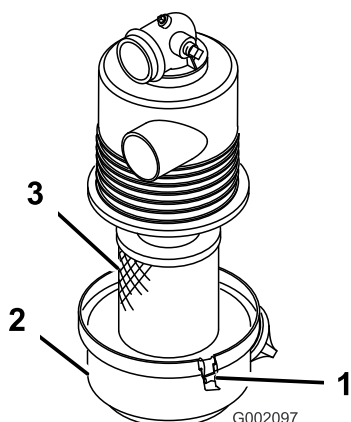

Figura 16
1. Verificate che il corpo del filtro dell'aria sia privo di danni che possano causare una fuoriuscita d'aria. Accertatevi che il coperchio sia ermetico attorno al corpo del filtro dell'aria (Figura 16).
2. Rilasciate i fermi che fissano il coperchio del filtro dell'aria al relativo alloggiamento (Figura 16).
3. Separate il coperchio del filtro dell'aria dal relativo alloggiamento e pulite l'interno del coperchio (Figura 16).
3. Inserite l'elemento del filtro dell'aria nel relativo alloggiamento (Figura 16).
4. Allineate il coperchio del filtro dell'aria con il relativo alloggiamento (Figura 16).
5. Bloccate il coperchio sull'alloggiamento con i fermi (Figura 16).